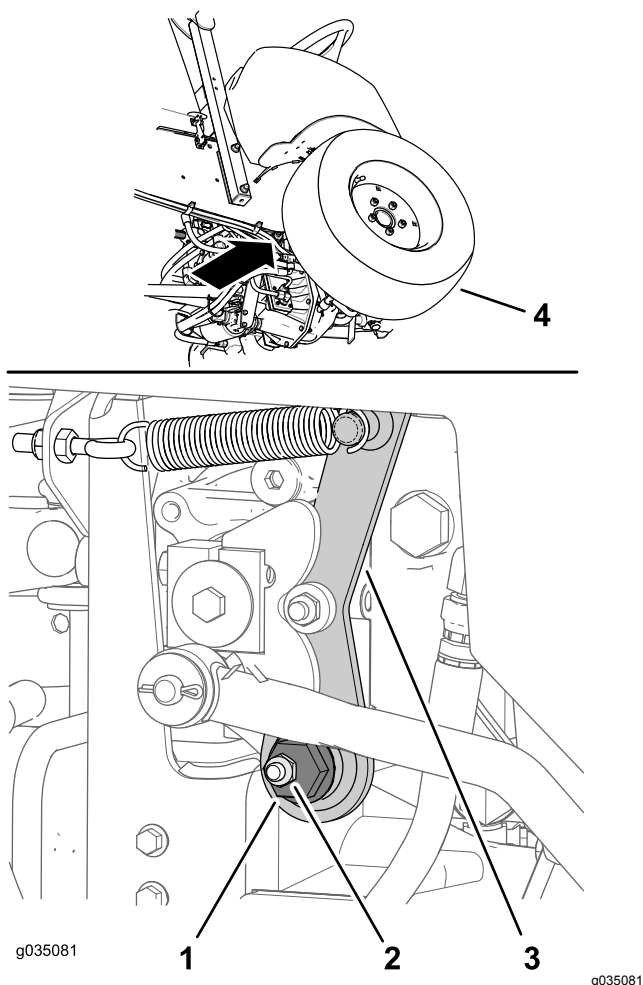

Figura 65
1. Localize o excêntrico sextavado à direita da bomba hidráulica e abaixo da consola de controlo (Figura 65).
2. Desaperte a porca de retenção até que possa mover o excêntrico sextavado (Figura 65).
roda dianteira comece a rodar para a frente; em seguida, rode o excêntrico sextavado no sentido dos ponteiros do relógio até que a roda dianteira comece a rodar para trás (Figura 65).